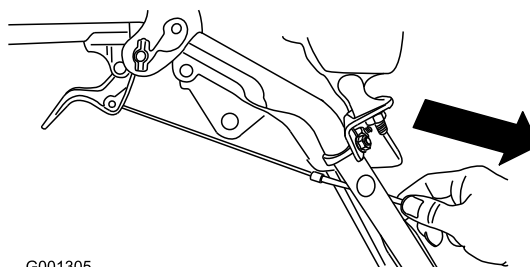

Рисунок 8
1. Зажим троса (2)
4. Аккуратно потяните оболочку троса так, чтобы рычаг муфты свободного хода опустился вниз, и провисание троса было ликвидировано, затем надежно затяните гайку зажима троса (Рисунок 8).